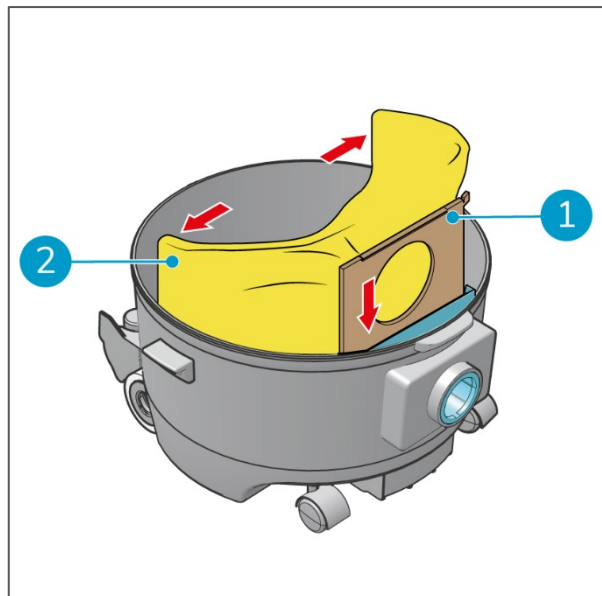

Abbildung 12
10. Schieben Sie den Pappkragen des neuen Staubbeutels (Figure 12, Pos. 1) in die Schlitz, bis der Staubbeutel richtig sitzt.
11. Entfalten Sie den Staubbeutel (Figure 12, Pos. 2).